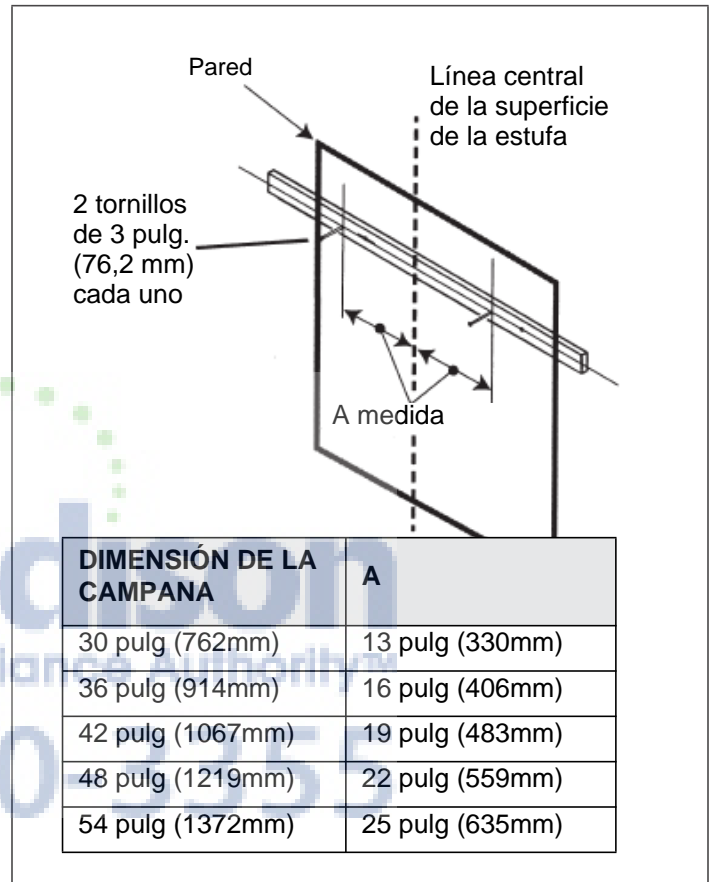

Figura 7: Colgar la campana
- Use dos o tres tornillos de 3 pulg. (76 mm), según el modelo, para fijar el soporte a la pared, como se muestra en la Figura 7. Para sujetar campanas más anchas, use tres travesaños. Taladre la madera para que las cabezas de los tornillos no interfieran con la campana.
- Sobre el soporte de madera, dibuje los lugares que se usarán para colocar los tornillos que sujetarán la campana, como se muestra en la Figura 7.